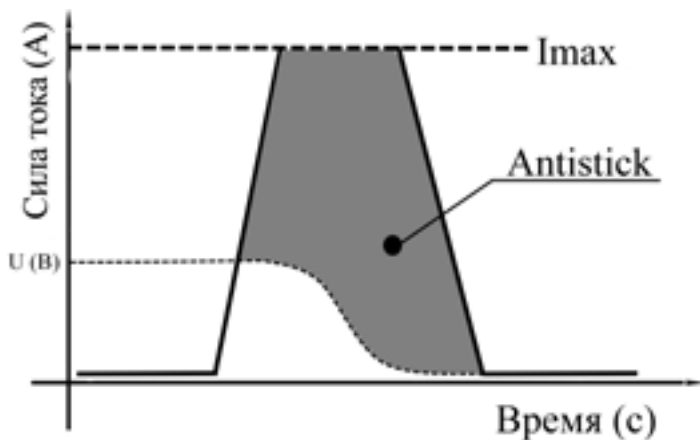

Рис. 6.5. Antistick.
**Antistick** - данная функция устраняет прилипание электрода к изделию. Аппарат автоматически снижает ток до минимального, чтобы не допустить перегрев электрода (см. рис. 6.5).